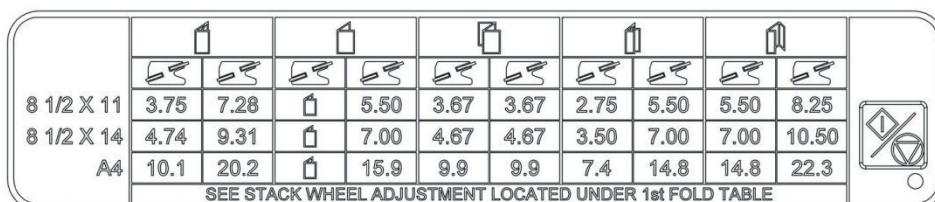

Abb. 11
6. Drücken Sie die Verarbeitungstaste „Run“ und lassen Sie sie wieder los, um den Falzvorgang zu starten. Die Falzmaschine verarbeitet nun den Papierstapel. Sie schaltet sich automatisch aus, wenn alle Blätter gefalzt sind. Die Taste „Run“ befindet sich unten rechts auf dem Tastenfeld (siehe Abbildung 11).